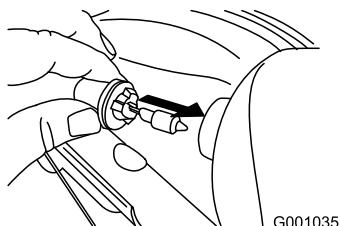

Figure 65
- Introduisez une ampoule neuve dans le phare par l'arrière (Figure 65).